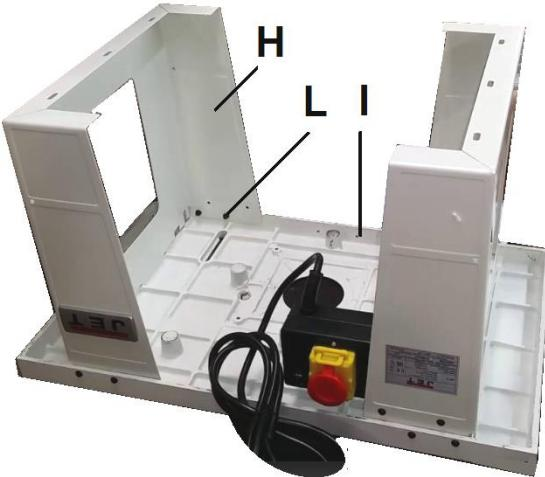

Рис. 3
Прикрепите стойки (Н, Рис. 3) к столу (І) с помощью прилагаемых болтов и гаек (L).